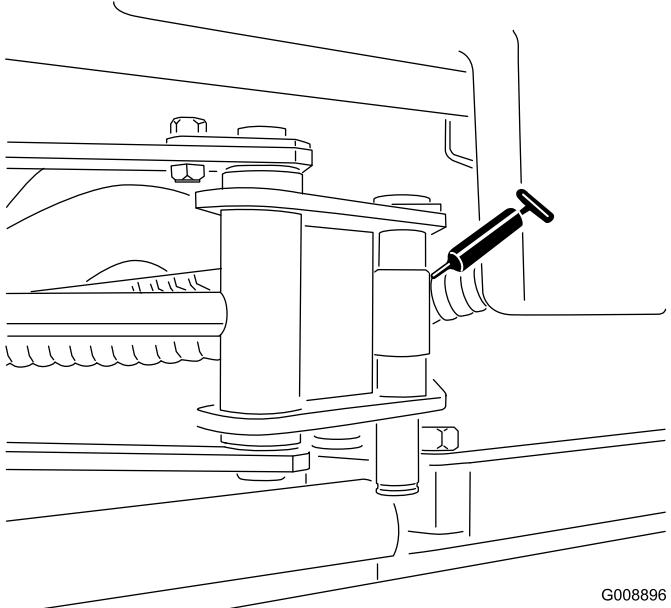

Figura 32
- Extremos de los cilindros del SideWinder (2) (Figura 32)